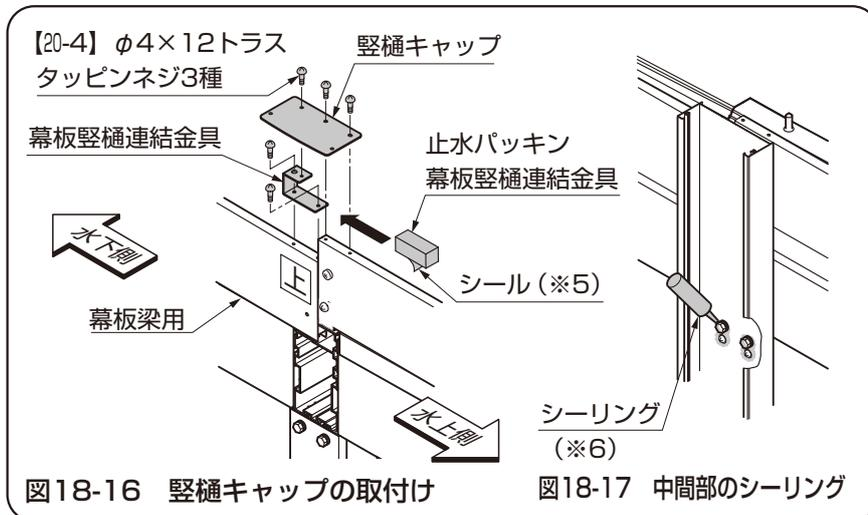
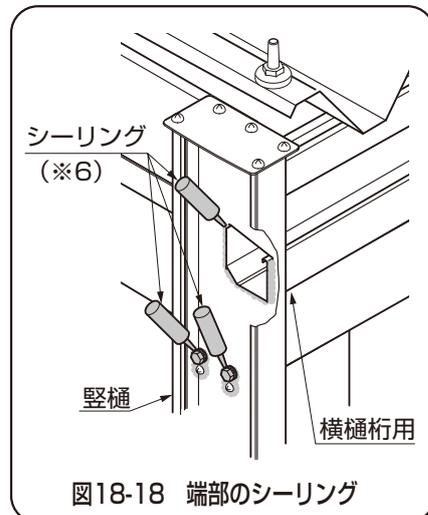
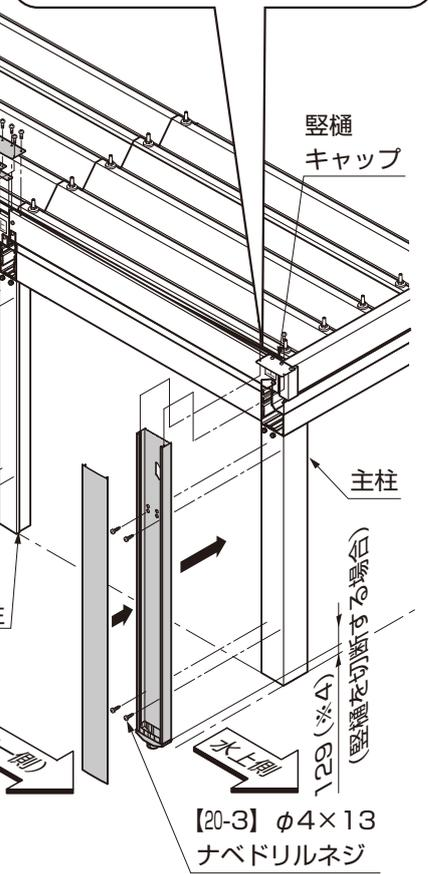

図18-16 縦樋キャップの取付け
図18-17 中間部のシーリング
図18-18 端部のシーリング
- ⑤ 縦樋キャップに【20-4】で縦樋を取付けてください。(図18-16参照)
- ⑥ 中間部の水下側の幕板梁用に、幕板縦樋連結金具を【20-4】で取付けてください。(図18-16参照)
- ⑦ 幕板縦樋連結金具に、止水パッキン横樋梁用の下面のシールを(※5)貼付けてください。(図18-16参照)
- ⑧ 主柱、中間主柱と縦樋を【20-3】で取付けてください。
- ⑨ 縦樋内部の横樋桁用の差込み部分、主柱取付け上部のネジ部にシーリングをしてください。(※6) (図18-17、図18-18参照)